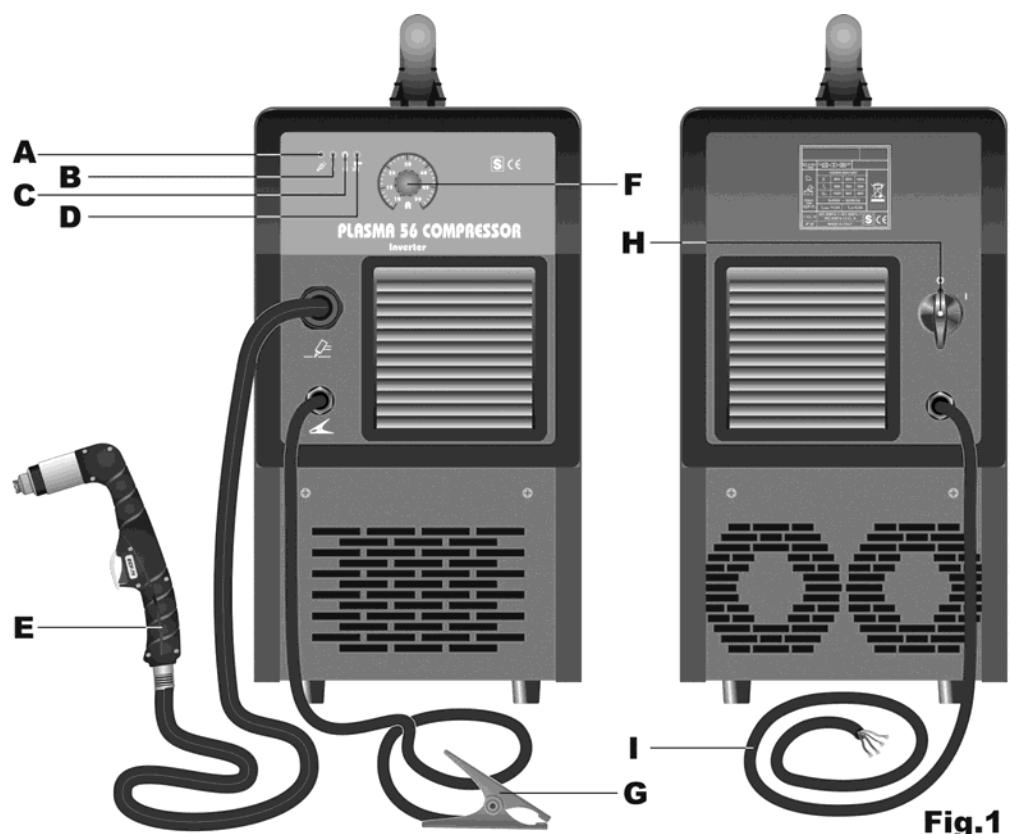

Fig.1
1.2. DESCRIZIONE DISPOSITIVI SULL'APPARECCHIO (Fig. 1)
Per evitare sovraccarichi. E' evidenziata dall'accensione continua del led C (vedi fig.1).
Posta sull'alimentazione della torcia per evitare che la pressione aria sia insufficiente. E' evidenziata dall'accensione del led D (vedi fig.1).
Collegare il cavo di alimentazione I (fig. 1): il conduttore giallo verde del cavo deve essere collegato ad un'efficiente presa di terra dell'impianto; i rimanenti conduttori debbono essere collegati alla linea di alimentazione attraverso un interruttore posto, possibilmente, vicino alla zona di taglio per permettere uno spegnimento veloce in caso di emergenza.
2. IMPIEGO (vedere fig. 1)